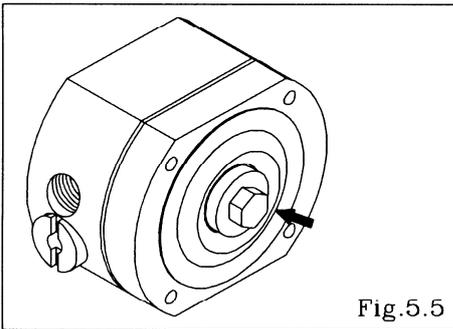

Fig.5.5
- 从单边已拆下中盘 (外侧) 处，取下中盘 (内侧)、隔膜，然后从本体上取下另一侧的中盘和中央连杆。〈Fig.5.5〉